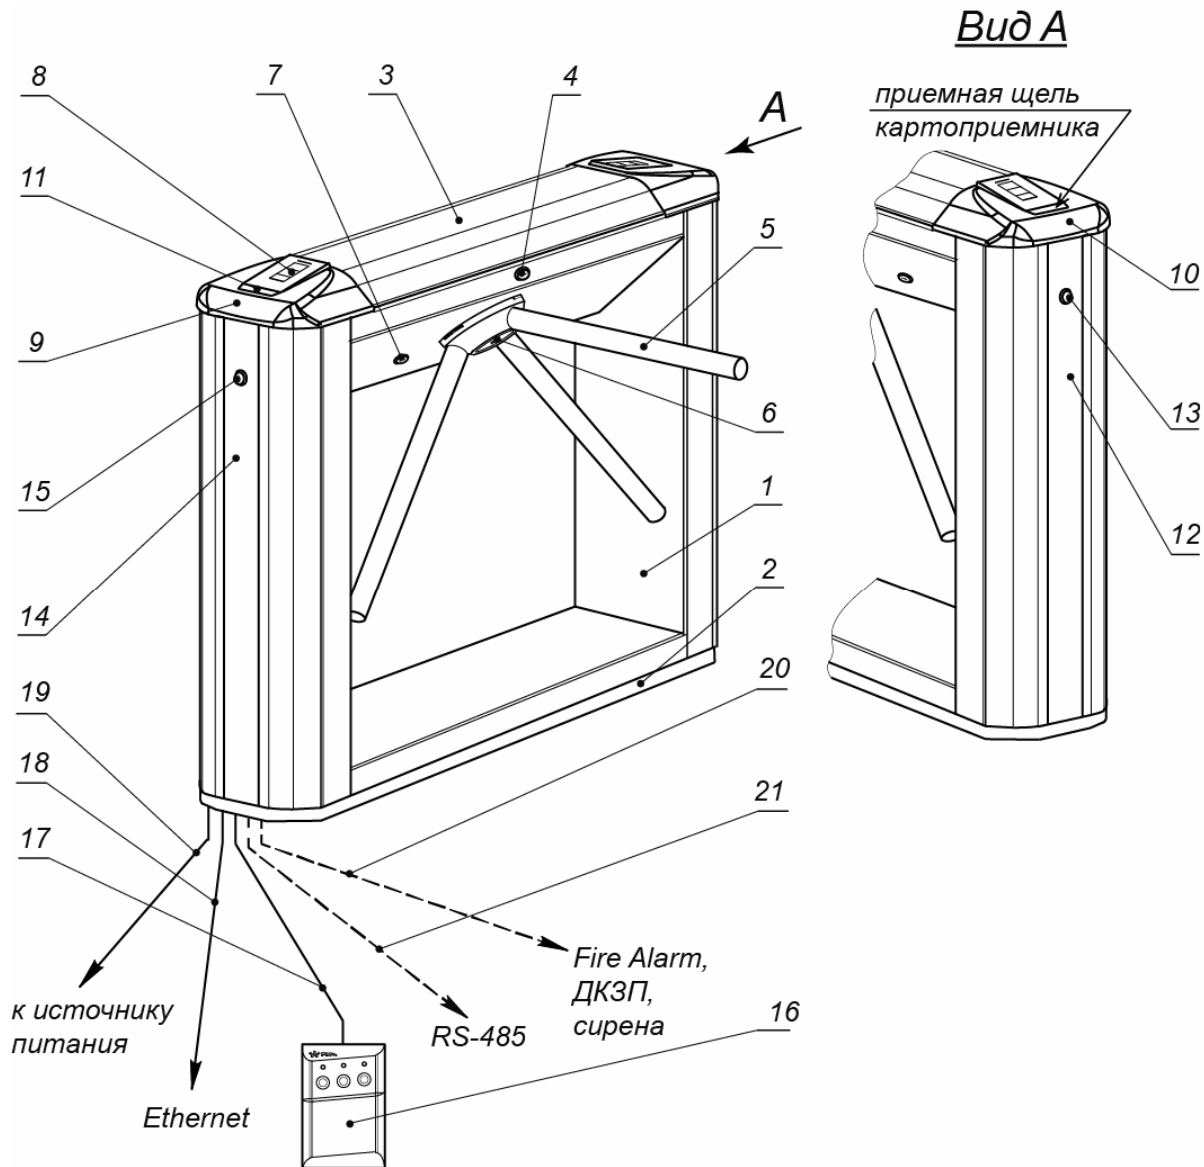

Рисунок 1. Устройство ЭП
Устройство ЭП показано на рис. 1. ЭП состоит из: стойки (1-3), встроенного контроллера ЭП, двух считывателей, встроенного картоприемника, трех преграждающих планок (5) и ПДУ (16).